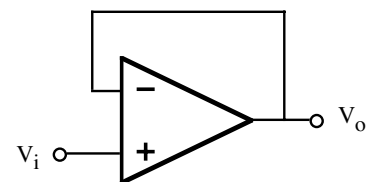

Figura 8.7. Amplificador seguidor.
• **Seguidor.** Por último, la configuración seguidor (figura 8.7) tiene una ganancia $A_V=1$, pero la impedancia de entrada y salida de este circuito valen $Z_i \cong A_d R_i$ y $Z_o \sim R_o / A_d$, siendo R_i y R_o las impedancias de entrada y salida del OA. Por ejemplo, el 741 tiene las siguientes características: $A_d=200.000$, $R_i=1\text{M}\Omega$ y $R_o=75\Omega$. Aplicando las anteriores relaciones, se obtiene que las impedancias de entrada y salida del seguidor valen $Z_i=2 \cdot 10^{10}\Omega$ y $Z_o=3.7 \cdot 10^{-4}\Omega$.